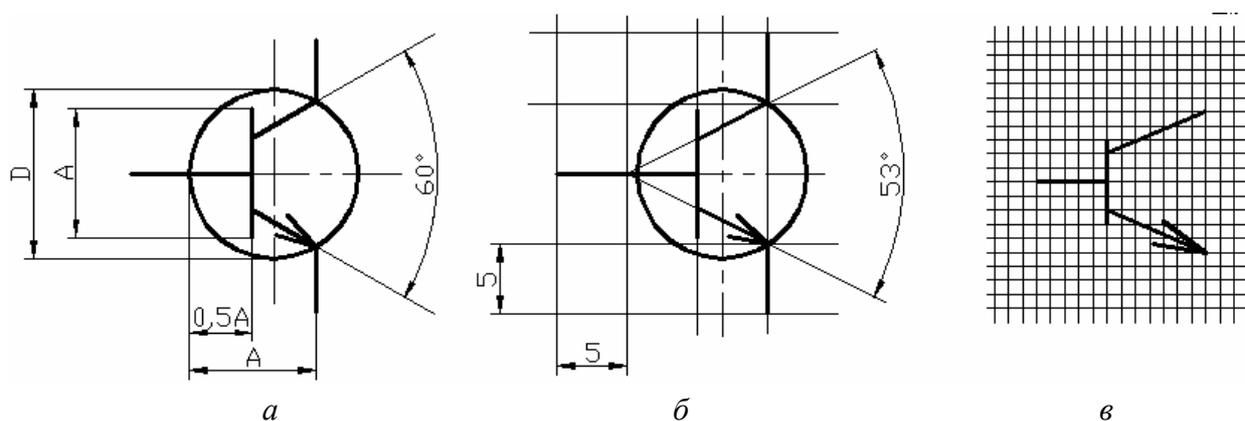

Рис. 3.2
Рассмотрим особенности формирования схемного символа на примере биполярного транзистора. В соответствии с ГОСТ 2.730-73 УГО биполярного транзистора формируется геометрическим построением. В окружности диаметром 12 или 14 мм под углом 60° друг к другу и симметрично относительно диаметра строятся два луча. Размер "А" между исходной точкой лучей и точкой их пересечения с окружностью составляет 9 или 11 мм и определяет все остальные размеры УГО. Линия базы транзистора строится на расстоянии $0,5A$ от исходной точки лучей и имеет длину, также равную A (рис. 3.2, а).
Изменением ИУС № 6 1989 г. к ГОСТ 2.730-73 установлен способ черчения и определения размеров УГО полупроводниковых приборов в модульной сетке (рис. 3.2, в). Это также малополезно при нашем подходе (единая сетка для всех компонентов проекта). Хотя в упоминаемом “Изменении” не указано значение модульного шага, при строгом следовании приведенному в нем рисунку (см. рис. 3.2, в) затруднительно построить УГО так, чтобы оно соответствовало сформулированному требованию единой сетки для цифровых и аналоговых компонентов.
Представляется рациональным решение, изображенное на рис. 3.2, б. Линии УГО проводятся через узлы 5-миллиметровой сетки, штрихи электрических контактов также имеют длину 5 или 10 мм, а окружность, изображающая корпус транзистора (ее изображение, по ГОСТ 2.730-73, с изменением ИУС № 6 1989 г., не обязательно), смещена вправо так, что ее контур проходит через точки окончания линий эмиттера и коллектора. Угол раствора коллектора и эмиттера составляет при этом 53°. На глаз различия изображений рис. 3.2, а и б совершенно незаметны.
3. Проложить необходимое число отрезков, образующих элементы УГО (см. рис. 3.2, б), фиксируя начало и конец каждого щелчком левой клавиши. Черчение очередного отрезка завершается щелчком правой клавиши мыши или клавишей Esc. Перед вычерчиванием линии эмиттера клавишей Tab снова активизировать настройку параметров и указать стрелку на конце отрезка.